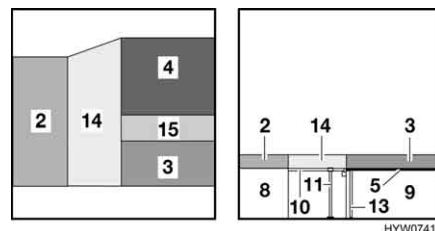

Bild 115 Nach dem Umbau
- Das Rückenpolster (Bild 115,3) der Mittelsitzbank auf die Tischplatte legen.
- Das kleine Zusatzpolster (Bild 115,15) zwischen das Sitzpolster (Bild 115,4) und das Rückenpolster (Bild 115,3) legen.
- Das große Zusatzpolster (Bild 115,14) auf die Bettkasten-Verlängerung legen.